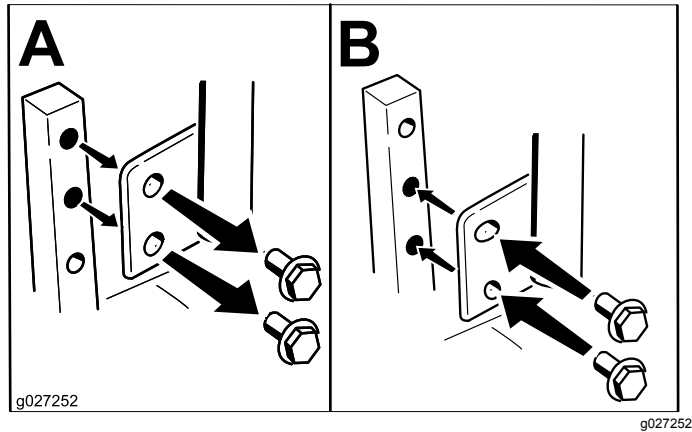

Bild 10
Die Höhe der Fahrtriebshebel kann für den optimalen Bedienerkomfort nach oben oder unten angepasst werden (Bild 10).
2. Lösen Sie die untere Schraube etwas, sodass der Schalthebel sich nach vorne oder nach hinten drehen lässt (Bild 10).